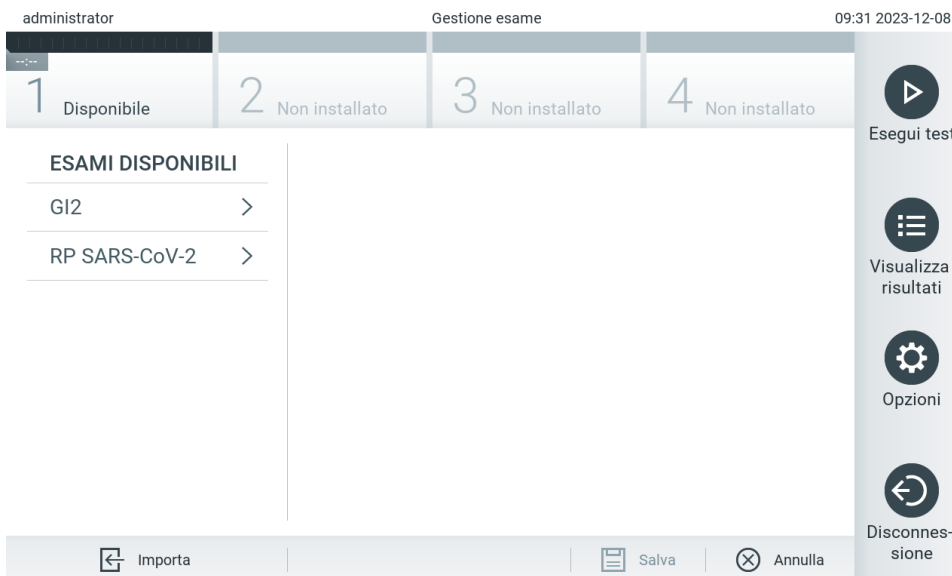

Figura 58. Schermata Assay Management (Gestione esame).
2. Per importare i nuovi esami nel QIAstat-Dx Analyzer 2.0, premere il pulsante Options (Opzioni) e quindi il pulsante Assay Management (Gestione esame). Nell'area dei contenuti del display, viene visualizzata la schermata Assay Management (Gestione esame) (Figura 58).